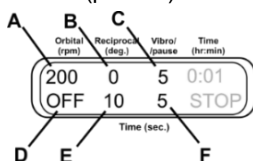
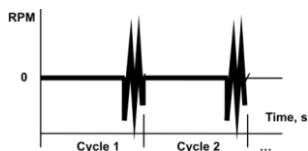

Рисунок 11.
Рисунок 12.
6.9.4 **Вибрирующее движение + пауза.** Отключите орбитальное движение, установив время ниже нуля (рис. 11/D, OFF). Установите амплитуду возвратно-поступательного движения на ноль градусов (рис. 11/B). Установите время для возвратно-поступательного движения (рис. 11/E, 1–250 с), это будет продолжительность паузы. Установите амплитуду (рис. 11/C, 0–5°) и время (рис. 11/F, 1–5 с) для вибрирующего движения (рис. 12).